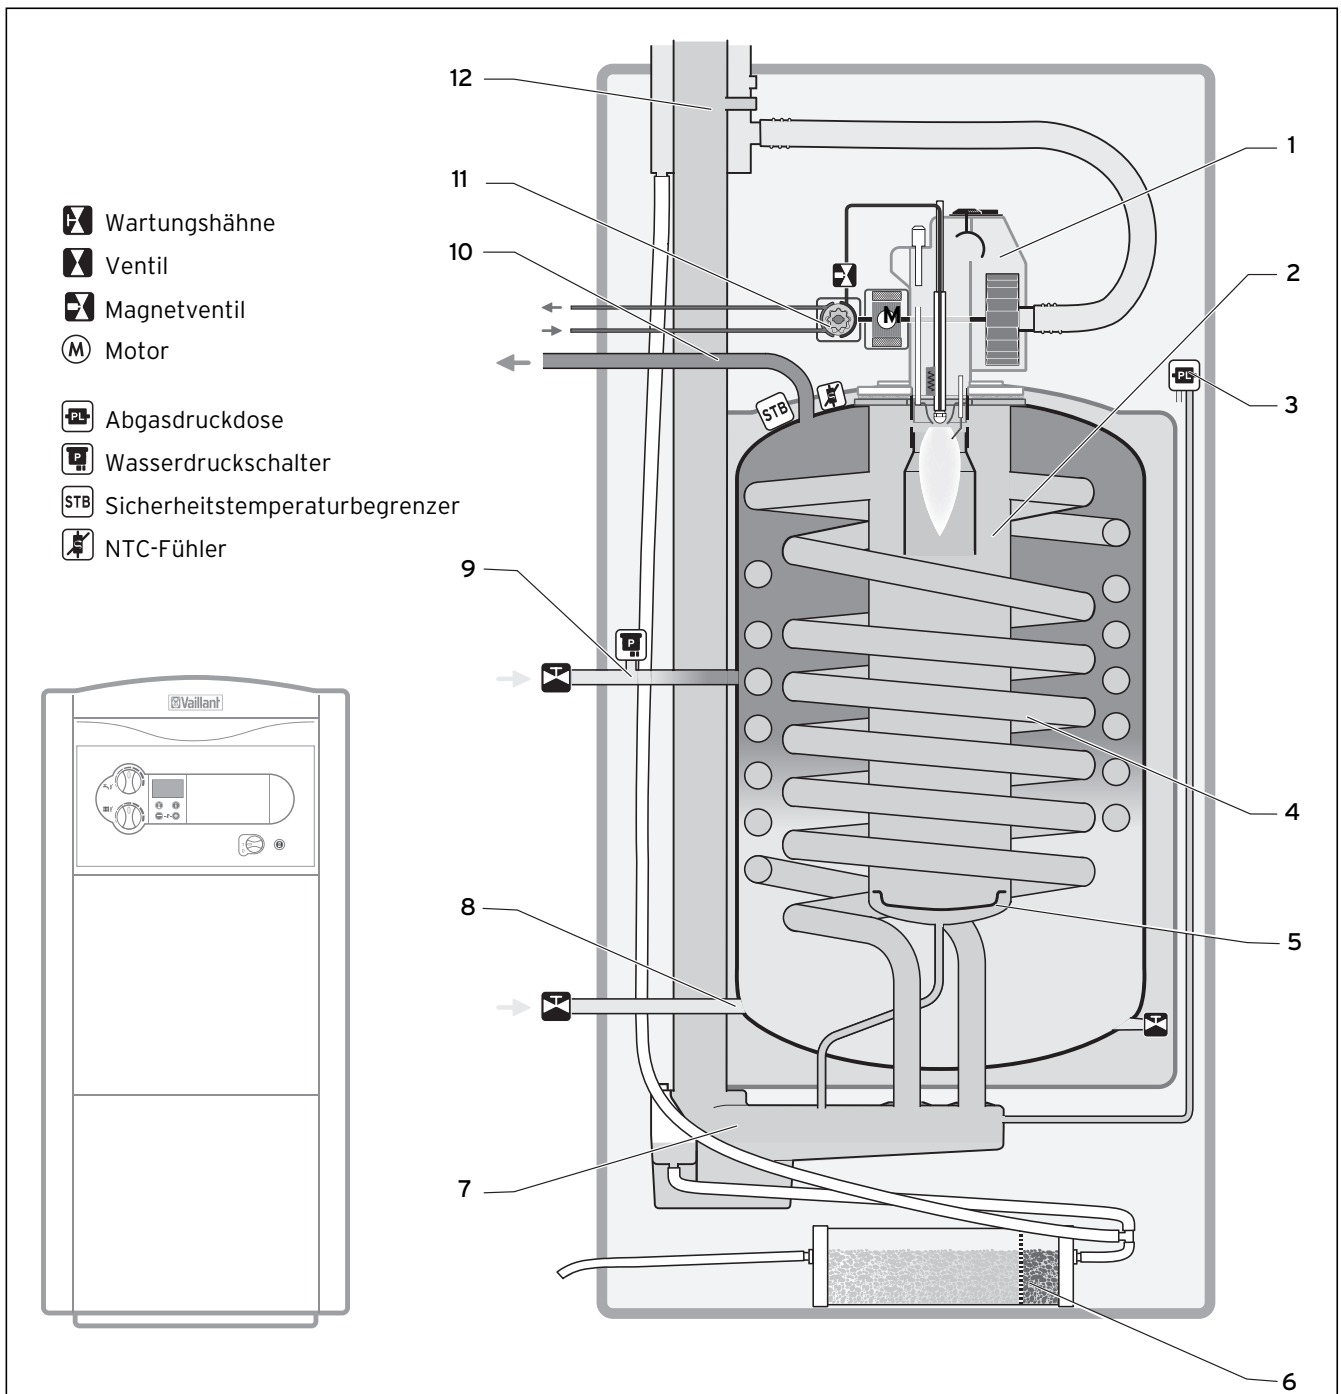

Abb. 4.1 Funktionsschema Öl-Brennwertkessel
Legende zu Abb. 4.1
Im Öl-Brenner (1) (siehe Abb. 4.1) wird das Öl über die Ölpumpe (11) angesaugt und über die Öldüse mit hohem Druck in die Brennkammer eingespritzt. Zusammen mit der dort gleichzeitig zugemischten Verbrennungsluft bildet sich am Anfang des Flammrohres ein homogenes Gemisch, welches im Flammrohr weitgehend rückstandsfrei verbrennt.